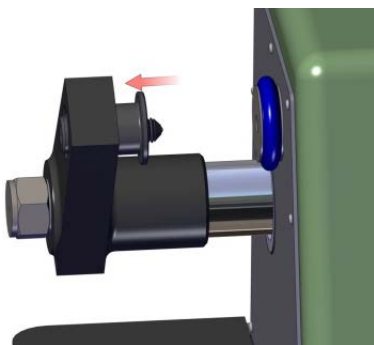
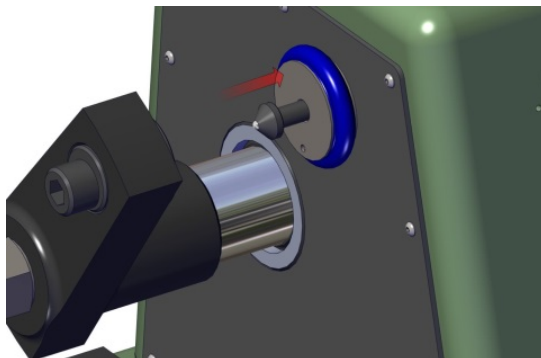
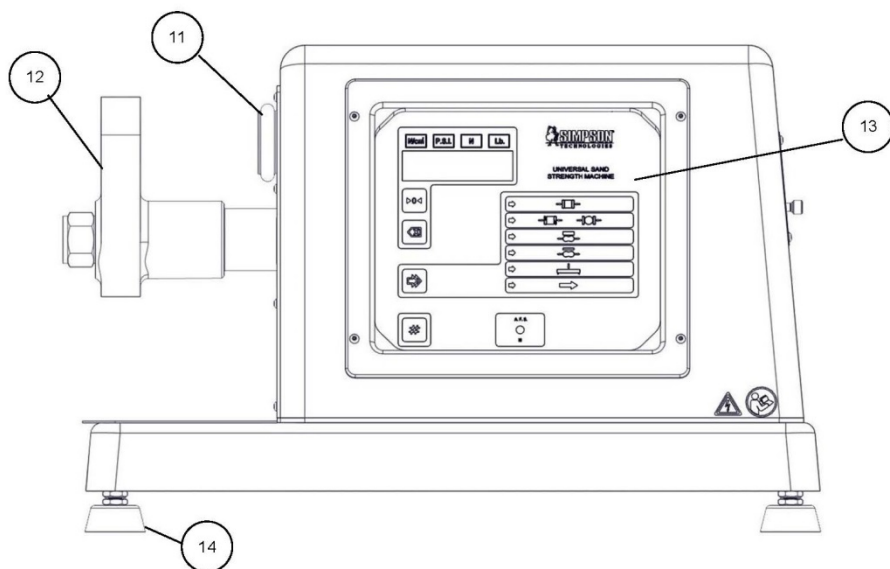

Рисунок 6.2.1
Рисунок 6.2.2
Рисунок 7.3: Вид спереди
3. Примерно через пять секунд, на экране появится приветственная надпись - "HELLO" (Рисунок 7.3 & 7.4, Поз. 13B). Если любая из клавиш будет нажат четыре раза в то время, как надпись "HELLO" отражена на экране, универсальный прибор перейдет в калибровочный режим.
4. После того, как надпись "HELLO" исчезнет, и в случае выбора калибровочного режима, три надписи последовательно появятся на экране: "SET-UP", "CALIB" and "rESET." Необходимый режим можно выбрать с помощью кнопки "Пуск" (Рисунок 7.3 & 7.4, Поз.13F) в момент появления нужной надписи на экране.
5. Выберите режим калибровки, следуя инструкциям, описанным в шагах с 2 по 5 и нажатием кнопки "ПУСК" (Рисунок 7.3 & 7.4, Поз. 13F), когда надпись "CALIB" появится на экране прибора (Рисунок 7.3 & 7.4, Поз.13B).
6. Надпись "HELLO" появится снова и световой индикатор Прочность и Сила (Strengths & Forces) " N/cm^2 " (H/cm^2) начнет мигать (Рисунок 7.3 & 7.4, Поз. 13А). В этот момент нажмите клавишу "ПУСК". Надпись "HELLO" появится опять, а за ней цифра "0", обозначая, что машина обнулена. Цветовой индикатор "N" (ньютоны) начнет мигать (Рисунок 7.3 & 7.4, Поз. 13А).
8. Замените приставки на регулируемый опорный шар и стационарный опорный шар, которые включены в объем поставки механического силоизмерительного устройства, Модель 42125. Регулируемая опора вставляется в подвижную штангу (Рисунок 7.3, Поз. 12) путем мягкого направления в соответствующее отверстие (см. Рисунок 6.2.1). Чрезвычайно важно, чтобы калибровка и конические опоры были чистыми и очищенным от просыпей смеси. Вставьте фиксированный опорный шар в отверстие в центре стационарного держателя зажимов (Рисунок 7.3, Поз. 11). (См. Рисунок 6.2.2 / 6.2.3).
11. Установите силоизмерительное устройство между стационарным держателем зажимов (Рисунок 7.3, Поз. 11) и подвижной штангой (Рисунок 7.3, Поз. 12). (см. Рисунок 6.2.4)
14. После достижения правильного .01 мм отклонения на силоизмерительном устройстве, которое визуально подтверждается тем, что цифровой дисплей показывает правильную силу в ньютонах (Рисунок 7.3 & 7.4, Поз. 13B). Если значение неверно, дисплей может быть отрегулирован, как описано в шаге 15, если значение верное, перейдите к шагу 16.
- » Быстрое увеличение – Нажмите кнопку обнуления (Рисунок 7.3 & 7.4, Поз. 13C)
- » Быстрое уменьшение – Нажмите кнопку выбора теста “Выбор теста” (Рисунок 7.3 & 7.4, Поз. 13E)
- » Медленное увеличение – нажмите кнопку обнуление экрана ("CD - Clear Display") (Рисунок 7.3 & 7.4, Поз. 13D)
2. Все цифры на цифровом дисплее и индикаторы тестов зажгутся и погаснут один раз (Рисунок 7.3 & 7.4, Поз. 13В).
3. Примерно через пять секунд, на экране появится приветственная надпись - "HELLO" (Рисунок 7.3 & 7.4, Поз. 13В). Если любая из клавиш будет нажат четыре раза в то время, как надпись "HELLO" отражена на экране, универсальный прибор перейдет в калибровочный режим.
4. После того, как надпись "HELLO" исчезнет, и в случае выбора калибровочного режима, три надписи последовательно появятся на экране: "SET-UP", "CALIB" and "rESET." Необходимый режим можно выбрать с помощью кнопки "ПУСК" (Рисунок 7.3 & 7.4, Поз.13F) в момент появления нужной надписи на экране.
5. Функция "SET-UP" позволяет установить содержание реестра универсального прибора. Для выбора режима "SET-UP" (установка) нажмите на кнопку "ПУСК" (Рисунок 7.3 & 7.4, Поз. 13F) в то время, как надпись появляется на цифровом экране. После нажатия дисплей покажет надпись "HELLO" за которой последовательно будут отражаться пары чисел: первая цифра слева обозначает номер реестра, а последняя цифра обозначает содержание соответствующего реестра. Цифры содержания реестра должны соответствовать следующим значениям: